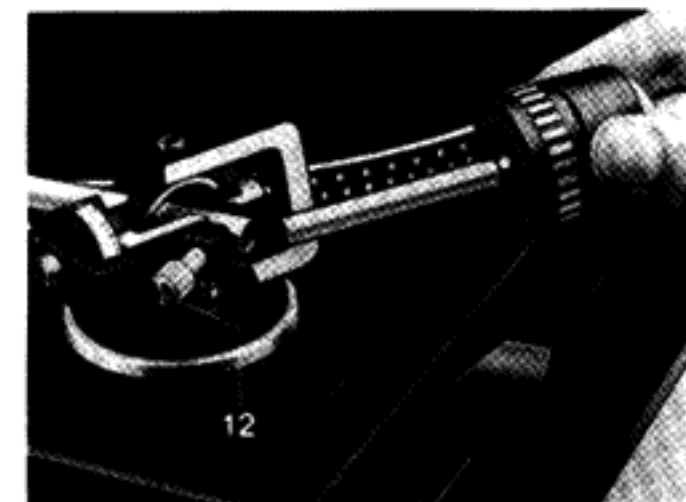

Fig. 3
Nehmen Sie bitte das Tonarm-Balancegewicht aus dem Styroporeinsatz und stecken Sie den Dorn des Balancegewichtes, nach Lösen der Feststellschraube (12), in die dafür vorgesehene Öffnung am hinteren Ende des Tonarmes. Die dreieckige Aussparung am Dorn muß dabei nach unten zeigen (Fig. 3). Das Ausbalancieren sowie das jetzt erforderlich werdende Einstellen von Auflagekraft und Antiskating ist ausführlich beschrieben auf den Seiten 18, 20 und 22.
Placer alors le plateau directement sur le rotor. Retirer le contrepoids du bras de l'emballage de styropor, et introduisez la tige du contre-poids, après avoir desserré la vis de blocage (12), dans l'ouverture prévue à cet effet à l'extrémité arrière du bras de lecture. L'encoche triangulaire de la tige doit alors être tournée vers le bas (Fig. 3).
Next place platter directly on the motor. Take the tonearm counterbalance out of its styrofoam insert. Loosen the setscrew (12) at the rear of the tonearm, and insert the shaft of the counterbalance in the opening provided for this purpose. The triangular-shaped notch of the shaft must point in downward direction (Fig. 3).